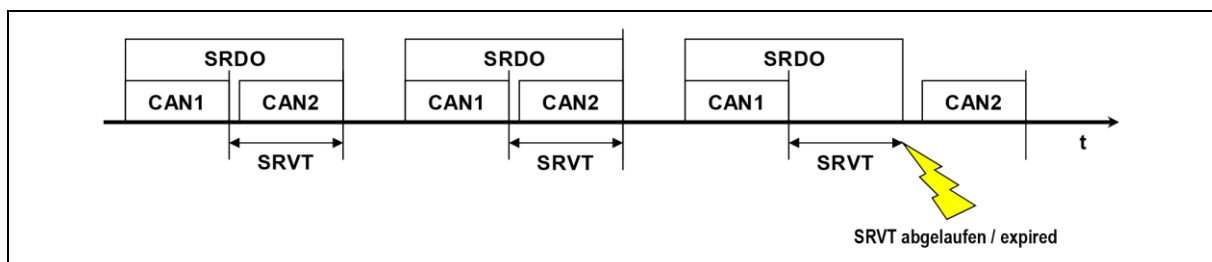

Abbildung 8: SRVT
- Der zeitliche Abstand der zwei CAN-Telegramme eines SRDO's darf die Safety Related Object Validation Time (SRVT) nicht überschreiten. Die Validierungszeit wird in den Kommunikationsobjekten 1301h-1303h Subindex 3 vorgegeben, siehe auch nachfolgende Abbildung 8.